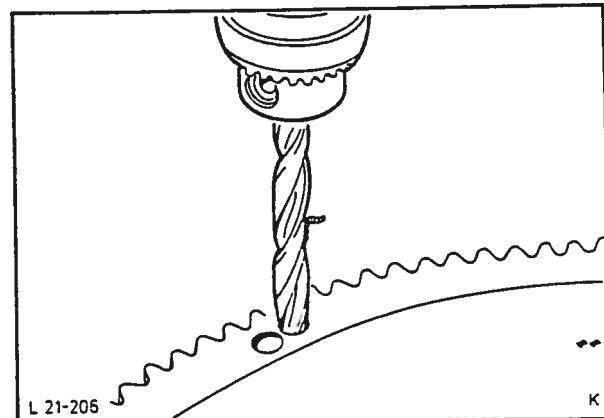

Fig. 161 Utboring av tannkrans.
1. Lag kjørmerker på tannkransen og bør to hull 7 eller 8 mm i dia. som vist i fig. 161.